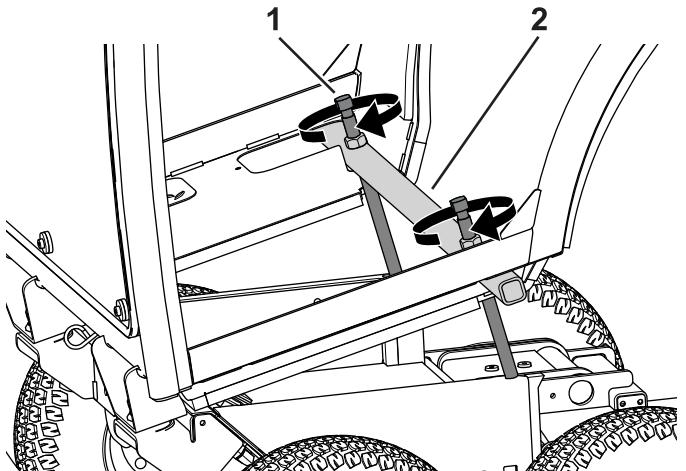

Bild 67
3. Drehen Sie die Hubschrauben abwechselnd um ein paar Umdrehungen, bis die Kabine sich nach vorne dreht (**Bild 67**).